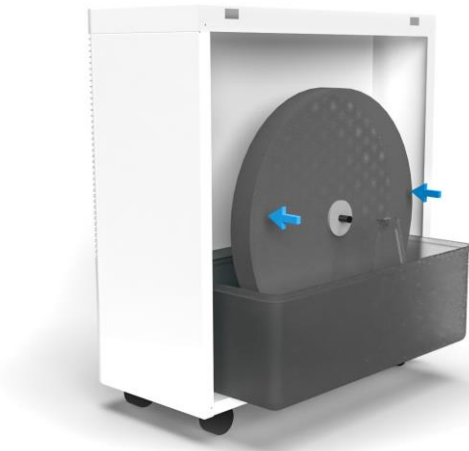

Abb. 4.2.7: Verdunstfilterscheibe und Wassertank in das Gerät einsetzen
6. Verdunstfilterscheibe einsetzen (☞ siehe „Abb. 4.2.7“ auf Seite 19).
8. Verdunstfilterscheibe in den Wassertank setzen (Abb. 4.2.7) und Elektrodenstäbe nach unten klappen.